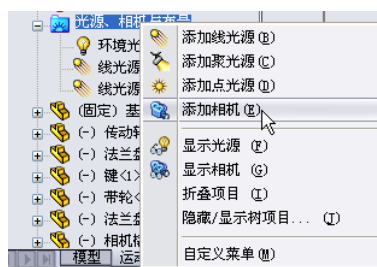

图 13-55 添加相机
① 用鼠标右键单击 MotionManager 树上的“光源、相机与布景”，弹出右键快捷菜单，在快捷菜单中选择“添加相机”，如图 13-55 所示。